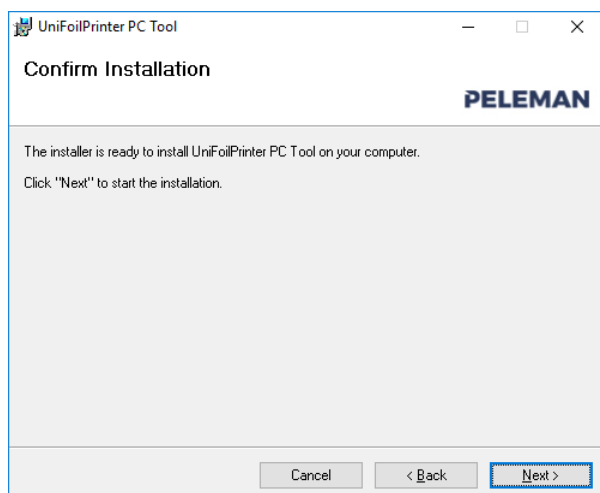

Figure 18: Screen to Confirm Installation
- figure 18* seleccionando la parte posterior o presione el botón *siguiente* para comenzar la instalación.